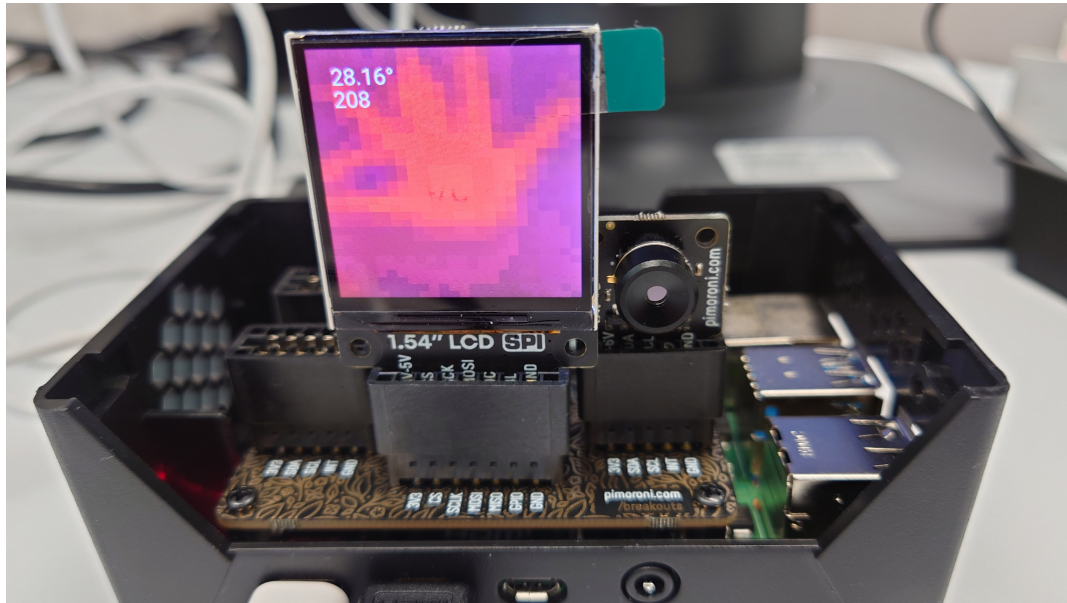

Abb. 3: Aufbau der Versuchsanordnung für die Distanzmessung mit dem LCD Bildschirm montiert im dem *vorderen* SPI Slot
- Kontrolliere, ob der Raspberry Pi den *Breakout Garden HAT* mit den 2 SPI Anschlüssen und 4 I2C Anschlüssen bestückt ist (Abb. 3).
- Montiere den Bildschirm im vorderen SPI Slot des *Breakout Garden HATs* wie in Abb. 3, oder passe das Script, an so dass die Werte der hinteren SPI Schnittstelle verwendet werden.